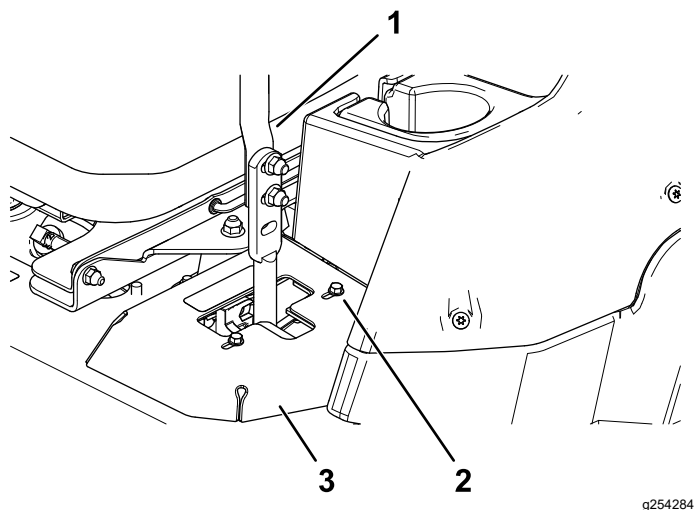

Figure 50
- Si la machine se déporte à droite, desserrez les boulons et déplacez la plaque de butée gauche en arrière sur la fente en T gauche, jusqu'à ce qu'elle se déplace en ligne droite (Figure 50).
- Si la machine se déporte à gauche, desserrez les boulons et déplacez la plaque de butée droite en arrière sur la fente en T droite, jusqu'à ce qu'elle se déplace en ligne droite (Figure 50).
8. Serrez les boulons de la plaque (Figure 50).